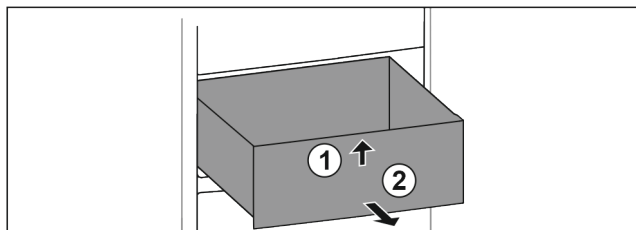

Fig. 69
- ▶ Unieść szufladę z przodu. Fig. 69 (1)
- ▶ Wyjąć szufladę do przodu. Fig. 69 (2)